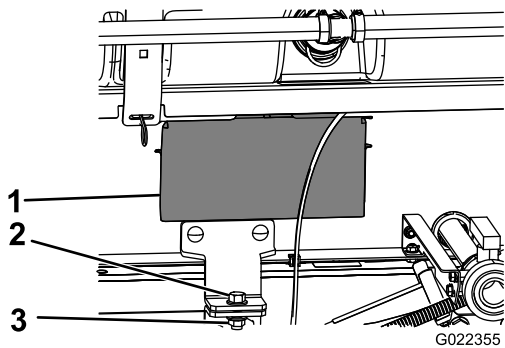

Figura 36
- Retire los paneles de acceso a ambos lados del bastidor del patín. (Figura 36).
- 8. Sujete el soporte de sujeción del conjunto del patín al soporte de la plataforma del bastidor en cada lado de la máquina con un perno (1/2" x 1 1/2") y una contratuerca (1/2") como se muestra en Figura 36.